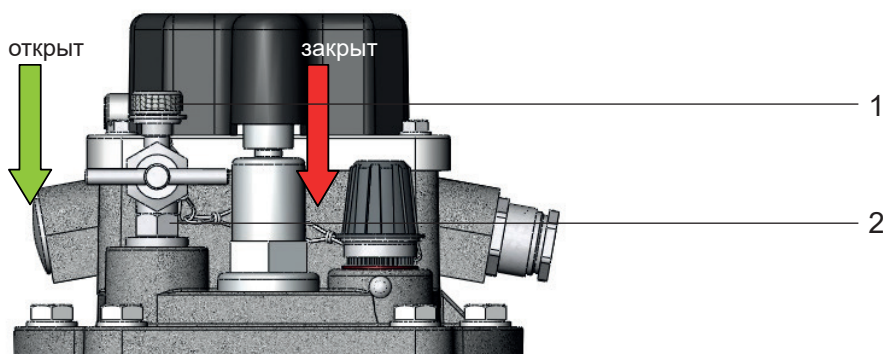

Рис. 2 - воздушный клапан
- Отвинтить малую глухую гайку (рис. 2/ № 1) с воздушный клапан (рис. 2/ № 2)